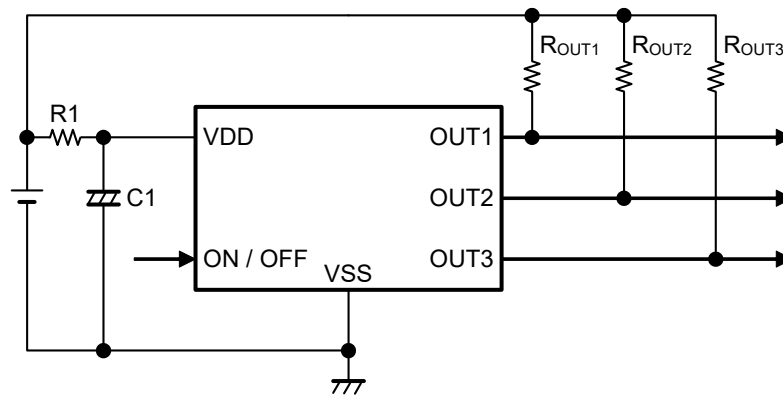

図7
- ・ 入力側に抵抗を接続するアプリケーション ("■ 標準回路"、図7参照) では、出力が切り替わる時に流れる貫通電流により、貫通電流 × 入力抵抗の分だけ電圧降下が生じます。出力が切り替わると、貫通電流が流れないため電圧降下分がなくなり、出力が切り替わりますがこの時にまた貫通電流が流れ、電圧降下が生じます。このため、発振することがありますので注意してください。